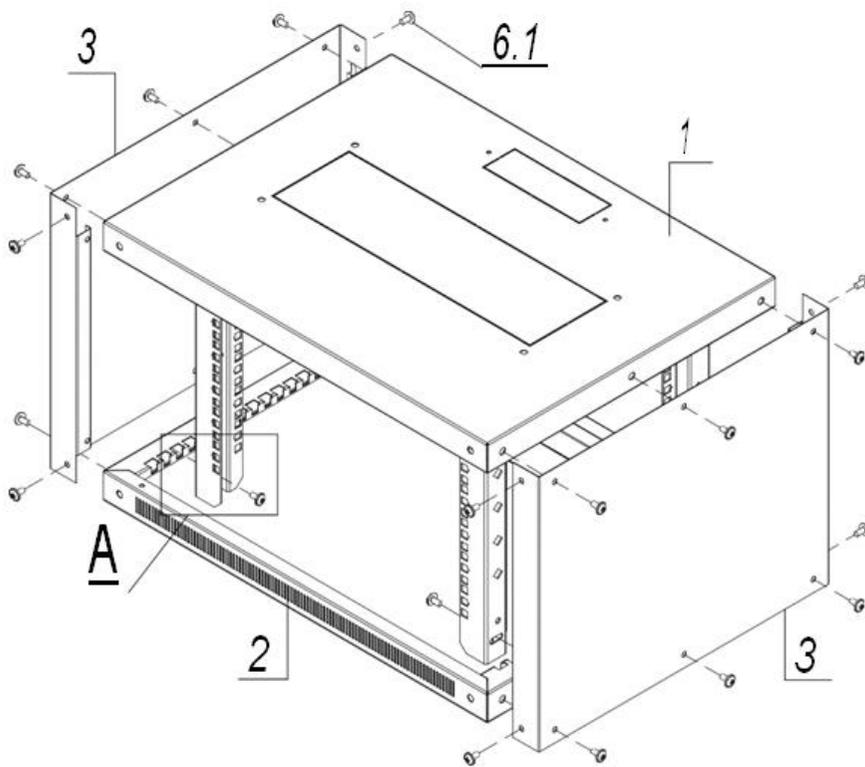

Рис. 1 – Сборка корпуса.
2. Устанавливаем Боковые стенки 2шт., как показано на рис.1;